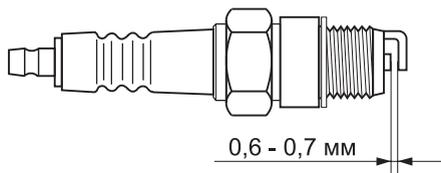

Рисунок 15 — Необходимый зазор в свече зажигания
- Снимите наконечник с высоковольтным проводом, тем самым откроется доступ к свече зажигания (см. рис. 15).